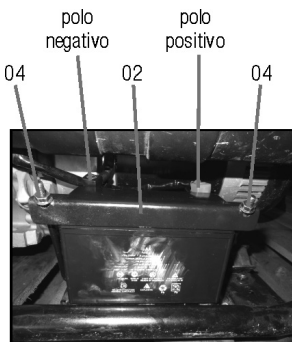

Fig. 20 – Instalação da bateria
- Conecte o terminal negativo (-) do gerador no polo negativo da bateria (cor preta) (fig. 20);
- Conecte o terminal positivo (+) do gerador no polo positivo da bateria (cor vermelha) (fig. 20);
- Encaixe o suporte (peça 2) na bateria (fig. 20);